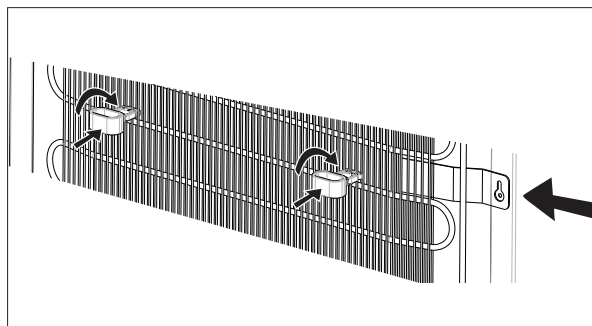

Fig. 21
- ▶ Monte ambos distanciadores (17) a la altura de la chapa superior de fijación (véase la flecha a la derecha en la fig. 21) en las aletas de refrigeración de la parte trasera.
- ▶ Encaje cada distanciador (17) en posición vertical entre dos aletas de refrigeración hasta el hueco marcado con la **T** y gírelos 90° para dejarlos en posición horizontal, como se muestra en la fig. 21. De este modo se evita el contacto directo del condensador con la pared.
- ▶ Nivele el aparato y compense las irregularidades del suelo girando como convenga las patas del aparato (6).